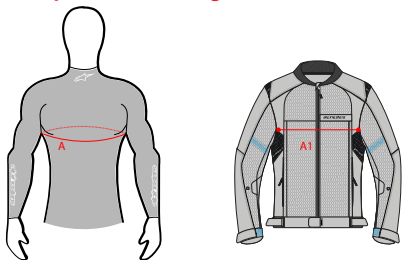

Figure 8
**AVERTISSEMENT ! Tech-Air® 3, en taille S ou plus grande taille, doit être porté avec un vêtement Alpinestars compatible Tech-Air de la même taille que le système ou avec un vêtement Alpinestars qui n'est pas compatible Tech-Air, à condition que le vêtement fasse une taille de plus que le système, ou quelle que soit la marque, Alpinestars ou autre, le vêtement doit répondre aux critères suivants : pour la région de la poitrine, mesurer la circonférence de la poitrine (A) et la largeur du vêtement sur la région de la poitrine (A1). Le vêtement est compatible avec le système Tech-Air® 3, si  $A1 > 0,5 \times A + 12$  cm ( $A1 > 0,5 \times A + 4,72$  pouces) (voir la figure 8 ci-dessous)**